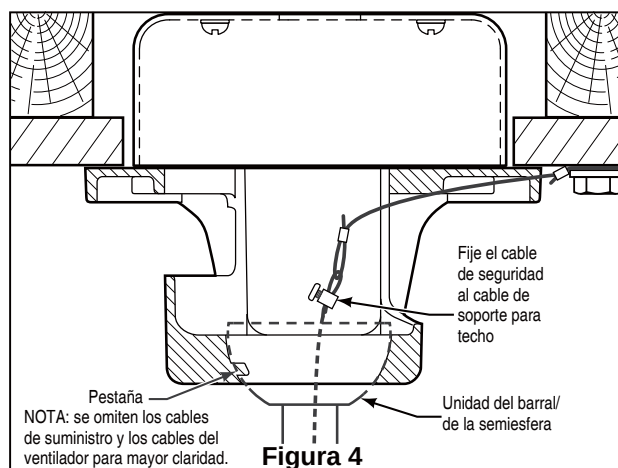

Figura 4
4. Instale el pasador y el pasador de horquilla, y apriete los tornillos de fijación. El pasador y el pasador de horquilla deben estar instalados correctamente para evitar que los tornillos de fijación se aflojen. (Figura 4)
4. Levante cuidadosamente el ventilador y coloque el ensamble de la bola para colgar/varilla en la abrazadera para colgar que acaba de fijar a la caja de salida. Asegúrese de que la ranura de la bola esté alineada con la lengüeta de la abrazadera para colgar. (Figura 4)
5. Fije el cable de seguridad al cable de soporte para techo. Deslice la abrazadera de cables por el cable de seguridad (del ventilador). Pase el extremo del cable a través del aro que forma el cable de soporte para techo. Tire lo más posible del cable a través del aro. Inserte el extremo del cable en el orificio de la abrazadera y ajuste firmemente el tornillo. (Figura 4)